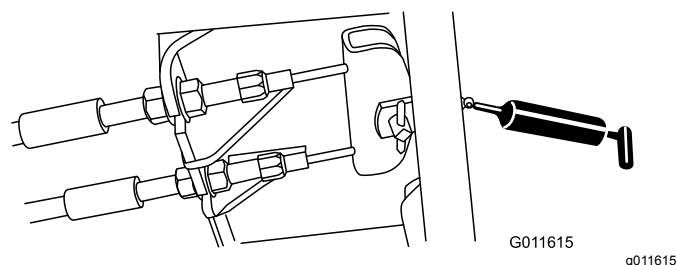

Bild 54
- Bremspedal (1) (**Bild 54**)